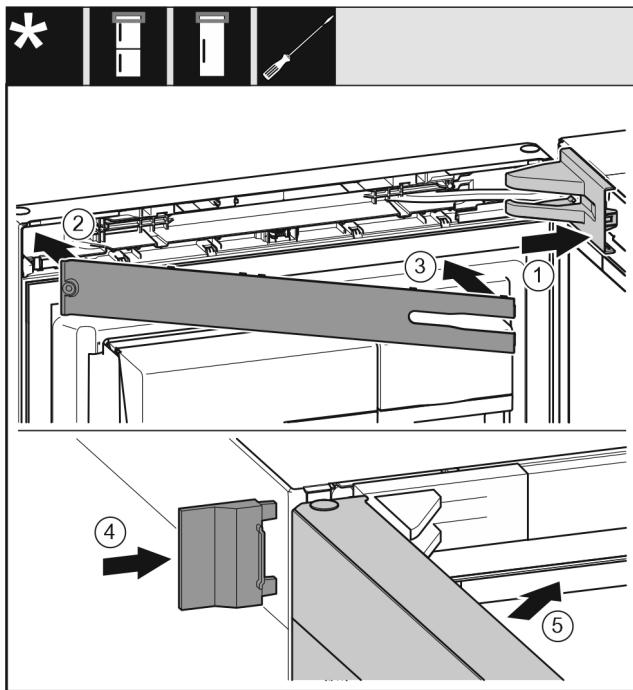

Fig. 31
- Lagerbockabdeckung Fig. 31 (1) aufsetzen und einrasten, ggf. vorsichtig auseinanderdrücken.
- Blende Fig. 31 (2) aufsetzen.
- Blende Fig. 31 (3)
- Äußere Abdeckung Fig. 31 (4) aufschieben.
- Obere Tür Fig. 31 (5) schließen.